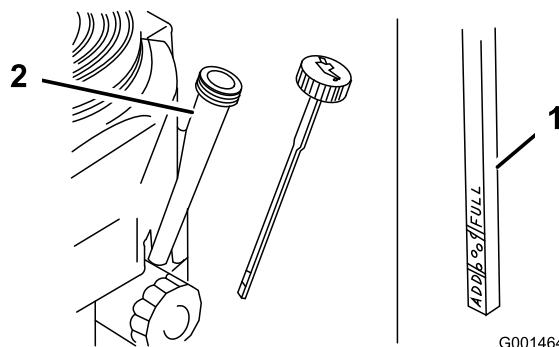

Figure 27
- Retirez la jauge d'huile et essuyez soigneusement son extrémité (Figure 27).
- Remettez la jauge au fond du tube de remplissage, mais sans la visser (Figure 27).
- Nettoyez la surface autour de la jauge d'huile (Figure 27) pour éviter que des impuretés ne
8. Versez avec précaution environ 80% de la quantité d'huile spécifiée dans le goulot de remplissage (Figure 27)